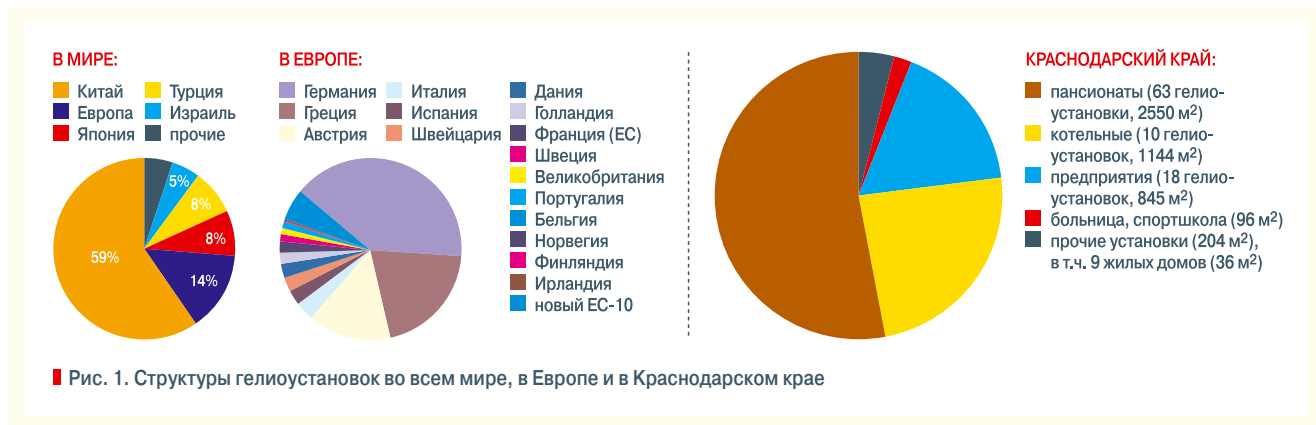

Рис. 1. Структуры гелиоустановок во всем мире, в Европе и в Краснодарском крае
Альтернативная энергетика на основе возобновляемых источников энергии (ВИЭ) развивается стремительными темпами. Так, в энергобалансе Евросоюза ВИЭ формируют 7%, а к 2020 г. их доля возрастет до 20%. Из всех ВИЭ в наибольших масштабах используется солнечная энергия. Общая площадь солнечных водонагревательных установок в мире превышает 120 млн м², большая часть которых построена в Китае (60%) и в Европе (14%), а в Европе лидирующие позиции в гелиоэнергетики занимает Германия — 40% (рис. 1).
Гелиоустановки в России строятся в основном в двух регионах: в Краснодарском крае и в Республике Бурятия. В Краснодарском крае построено 102 гелиоустановки общей площадью 5000 м² (рис. 1). На рис. 2 приведена гелиоустановка площадью 260 м² построенная в 1989 г. в Краснодаре и эксплуатируемая до настоящего времени. В Бурятии сооружено 70 установок площадью 3000 м². При этом в Краснодарском крае принят закон об использовании ВИЭ, программа развития гелиоэнергетики, определены источники финансирования, организована подготовка специалистов, создана структура по внедрению гелиоустановок, разработана база данных по солнечной радиации.
Тепловая схема существующей геотермальной станции №1 представлена на рис. 1. Геотермальная вода из скважины «1» (рис. 2) погружным насосом «2» подается в абсорбционный тепловой насос «3» тепловой мощностью 6,8 МВт (рис. 3). Обратная сетевая вода подогревается утилизационным теплом теплового насоса с 50 до 75 °С. Соответственно, геотермальная вода охлаждается с 45 до 20 °С и после очистки в мембранных фильтрах (рис. 4) до норм холодного водоснабжения поступает в аккумулирующую емкость «5», откуда насосами подается на холодное водоснабжение потребителей г. Эрдинга, водоснабжение построенного рядом со скважиной аквапарка, а также на подпитку контура теплоснабжения. Расчетный температурный график системы теплоснабжения — 110–50 °С. Пиковый подогрев сетевой воды производится в двух газовых котлах установленной тепловой мощностью по 10 МВт.
■ Рис. 1. Тепловая схема геотермальной станции №1 (1 — геотермальная скважина; 2 — погружной насос; 3 — абсорбционный тепловой насос; 4 — мембранная очистка термальной воды; 5 — аккумулятор холодной воды; 6 — насосы холодной воды; 7 — теплообменник нагрева воды для аквапарка; 8 — химводоочистка подпитки системы теплоснабжения; 9 — бак-аккумулятор подпиточной воды; 10 — насос подпиточный; 11 — потребители системы теплоснабжения; 12 — насос сетевой; 13 — теплообменник теплового насоса; 14 — котел)